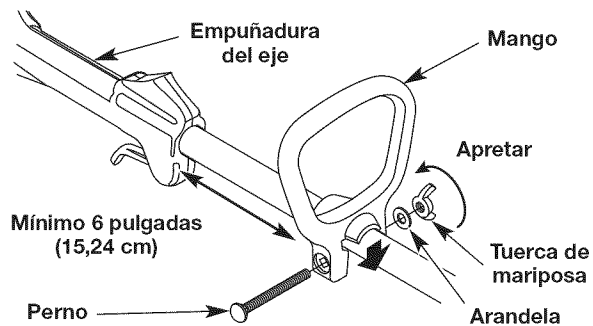

Fig. 2
1. Afloje la tuerca de mariposa (Fig. 2).
2. Sin dejar de sujetar la unidad en posición de operación (Fig. 9), mueva el mango hasta el lugar que le dé el mejor agarre. Colóquelo a una distancia mínima de 6 pulgadas (15.24 cm) de la base de la empuñadura del eje (Fig. 2).